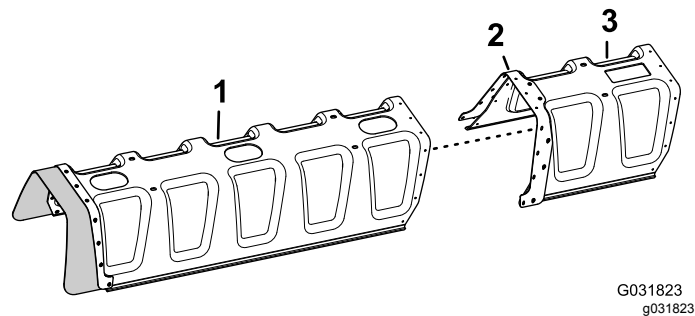

Figure 149
3. Alignez les trous de la plaque de renfort (double) sur l'extension du couvercle et ceux au bout du couvercle de la rampe à 11 buses (Figure 149).